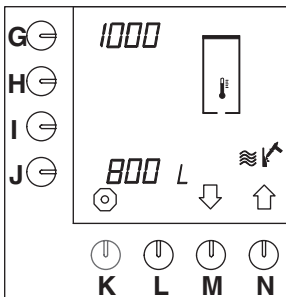

Abb. 51 Entkalkungsmeldung für das Heißwassersystem
- Drücken Sie auf die Wahltaete (M.)↓, bis Abb.51 im Display erscheint.